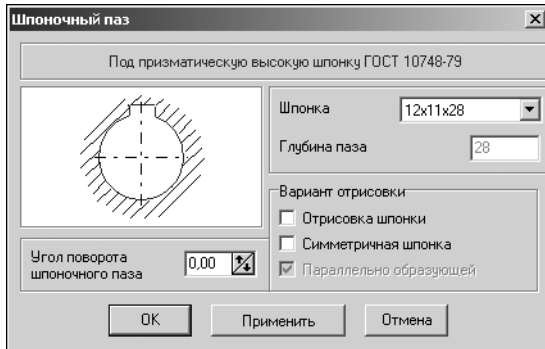

Рис. 5.13.
- Щелчком мыши укажите тип паза **Под призматическую высокую шпонку ГОСТ 10748-79**. Откроется окно, предназначенное для ввода параметров шпонки и шпоночного паза (рис. 5.13).